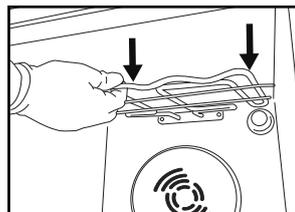
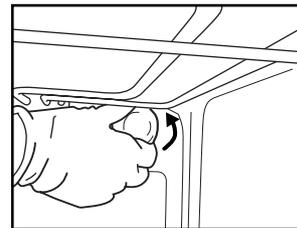

Fig. 4
Fig. 5
2. Puxe a resistência ligeiramente para fora (Fig. 4) e baixe-a (Fig. 5).
2. Desaperte a cobertura da lâmpada (Fig. 5), substitua a lâmpada (consulte a nota para ver o tipo de lâmpada) e aperte novamente a cobertura da lâmpada.